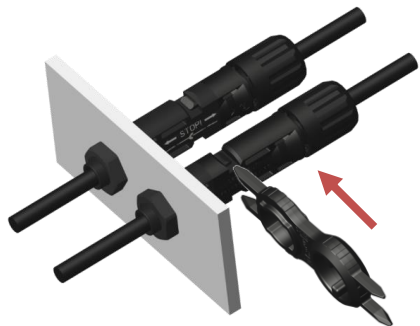

Figure 21
- ◇ 使用组装工具带有插销的一端插入连接器的卡扣位置（如图 21）
Insert the forks into the buckle of the cable connector by the assembly tool. (Fig. 21)